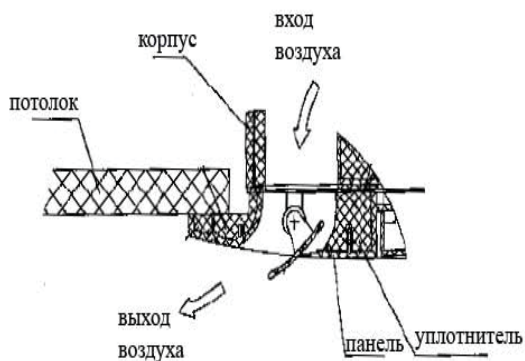

Рис.12
- Закручивайте равномерно 4 шестигранные гайки на подвесах для ровной горизонтальной установки блока (рис. 12).